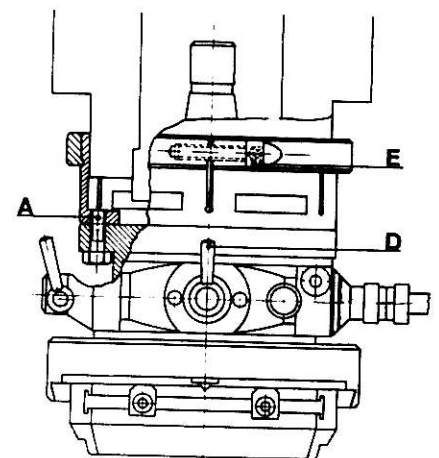

Fig. 3
- 3 - Montare nel mandrino, a mezzo del codolo, l'insieme testa-anello di fissaggio (Fig. 3), dopo aver accertato che la levetta di comando avanzamenti automatici D sia disinnestata (Posizione verticale)